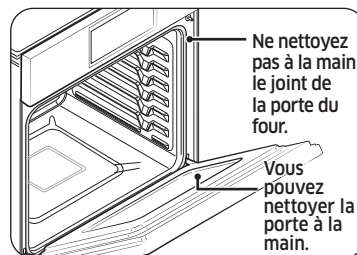

Fig. 2
- Ne le nettoyez pas. Le matériau en fibre de verre du joint de la porte du four ne résiste pas à l'abrasion. Il est impérieux que le joint reste intact. Si le joint est usé ou effiloché, faites-le remplacer. (Fig. 2)